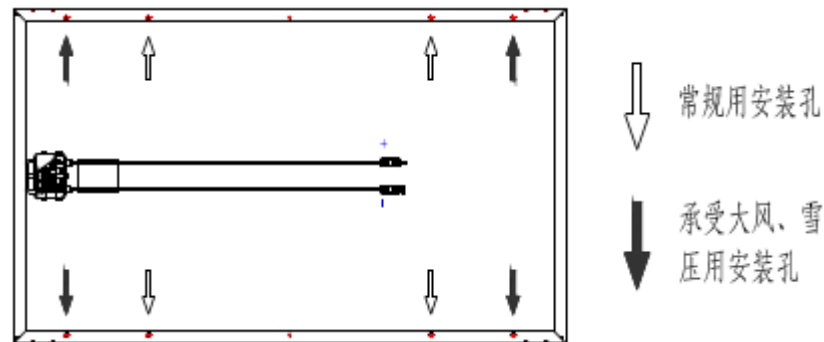

图5 螺栓安装孔示意图
- ◆ 每一块组件至少需要在 4 个安装孔上（边框内）安装固定，如图 5 所示，常规使用 4 个安装孔，针对 72 版型大组件或承受较高载荷时使用 8 个安装孔。